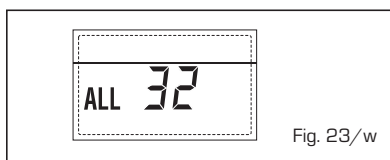

Fig. 23/w
- **ANOMALÍA COMUNICACIÓN FICHA RS-485 EN MODALIDAD MODBUS "ALL 33" (fig. 23/k)**